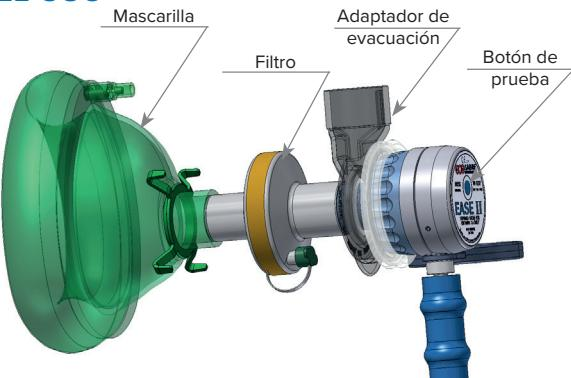

Fig. 1: Fijación del adaptador de evacuación, mascarilla o filtro
- Si el sistema incluye un adaptador de evacuación, instálelo en la válvula de demanda presionando sobre la válvula del paciente (vea la Fig. 1).
Elija la mascarilla, boquilla y filtros adecuados para el paciente, y fíjelos a la válvula de demanda presionando sobre el conector cónico de 22 mm de diámetro en la válvula del paciente (vea la Fig. 1).